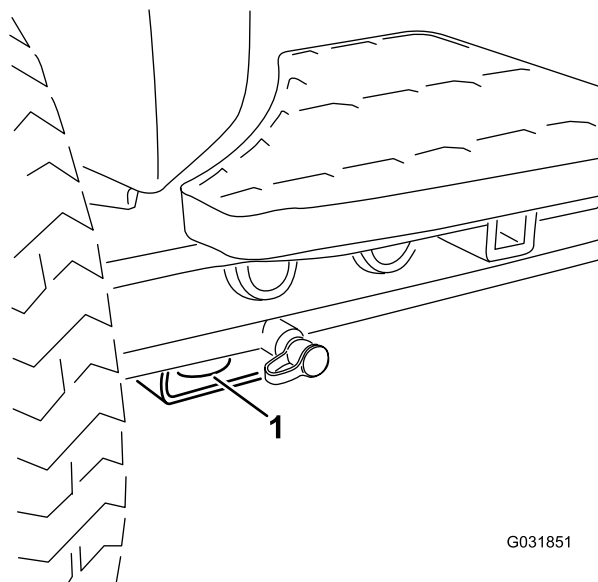

Figura 55
- **Parte anteriore della macchina** – Il foro nel supporto rettangolare, sotto il tubo dell'assale, all'interno delle ruote anteriori (**Figura 55**).